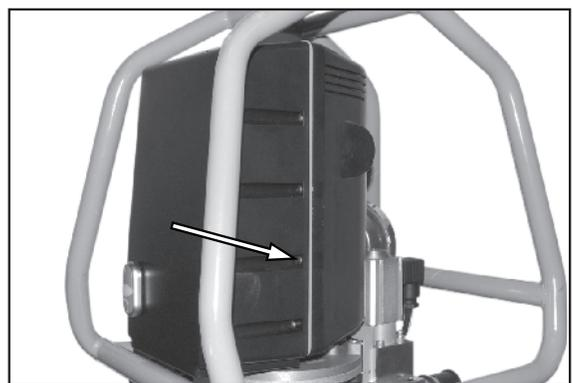

Figure 11.
2. Voir Figure 11. Enlevez les 10 vis.